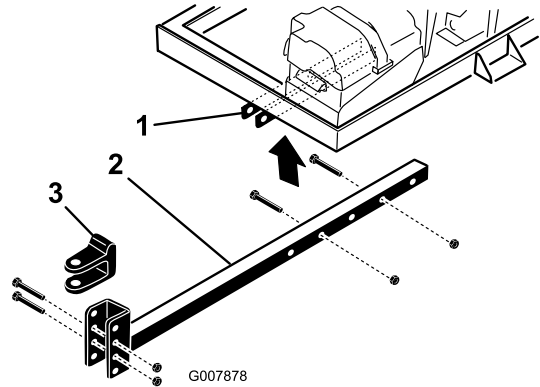

Figure 4
2. Insérez le tube d'attelage dans les supports du châssis (Figure 4). Fixez le tube au cadre avec 2 boulons (3/8 x 3 po) et écrous à embase (3/8 po).
- Enlevez les boulons et les contre-écrous de fixation de la chape d'attelage (Figure 4) au tube d'attelage.
- Retirez les boulons et écrous qui fixent le tube d'attelage aux supports du châssis (Figure 4).